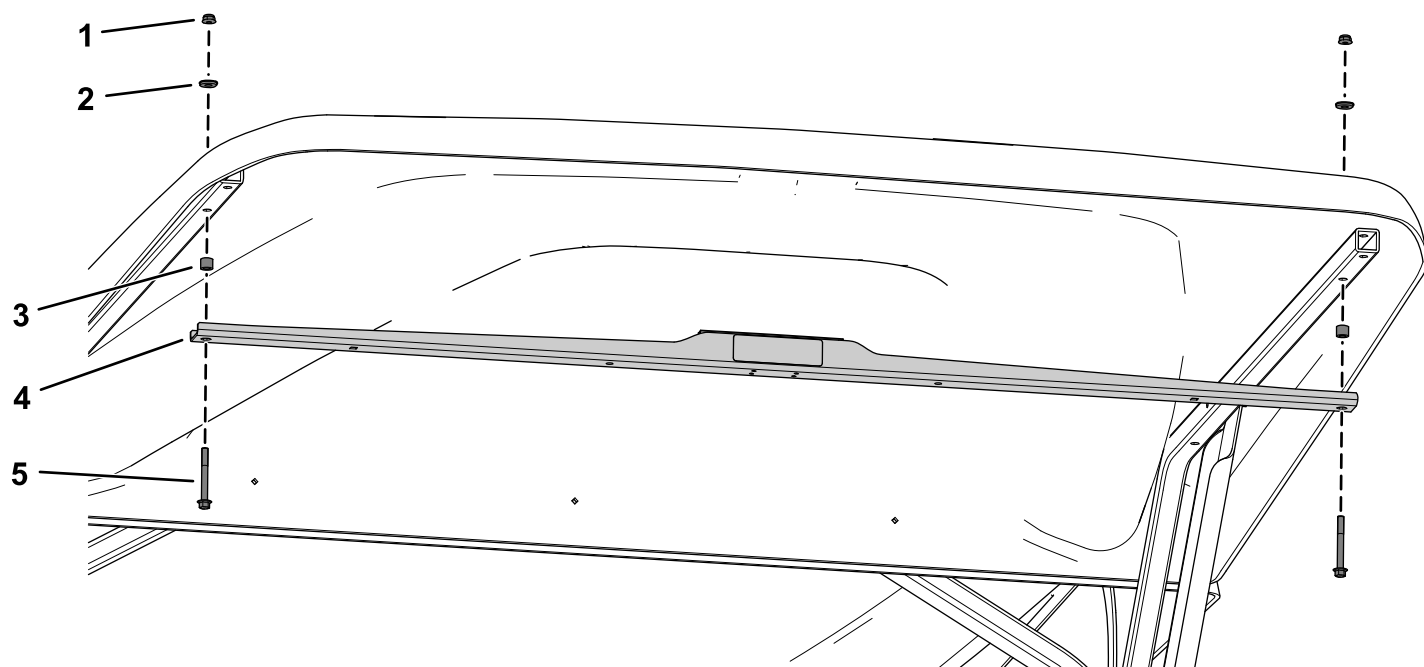

図 7
4. 日よけサポートブラケットを、日よけエクステンションに固定するフランジヘッドボルト $\frac{1}{4}$ x $2\frac{1}{2}$ "2 本、スペーサ 2 個、シーリングワッシャ 2 枚、ロックナット $\frac{1}{4}$ "2 個で図 7 のように取り付ける。